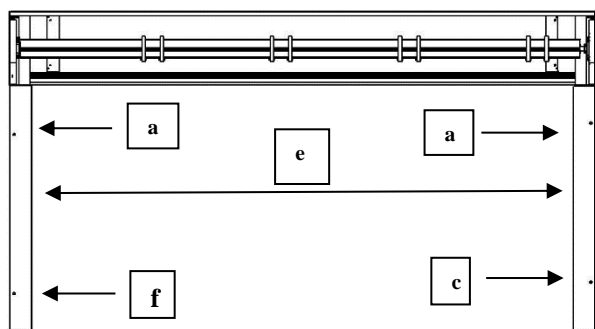

Figure 1
- a. Percer les fixations du haut sur les coulisses de gauche et de droite, les fixer et les caler si besoin (Figure 1)
- b. Vérifier l'aplomb latéral de la coulisse de droite (Figure 1) et le repérer par traçage
- e. Vérifier le parallélisme des coulisses (Figure 1) et le repérer par traçage